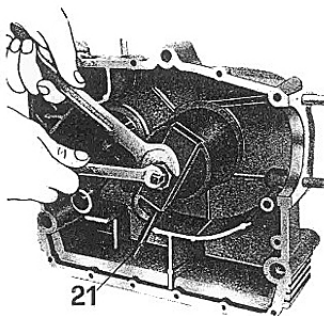

Fig. 19
- l'anello esterno del cuscinetto per albero motore adoperando apposito attrezzo n° 259070C0 (21 di fig. 19);